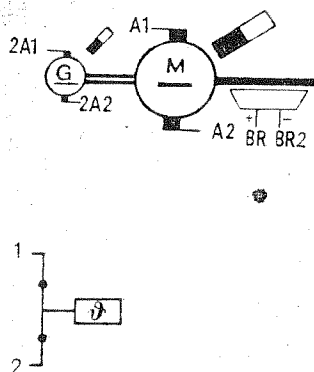

Fig. 1
Anschließen (s. Fig. 1)
Connection (see Fig. 1)
Die Dauermagnet-Haltebremse arbeitet nach dem Ruhestromprinzip. Sie öffnet bei Anlegen einer Gleichspannung von $24\text{ V} \pm 10\%$. Die Spannung muß innerhalb des angegebenen Toleranzbereichs liegen, da sonst die Betriebssicherheit gefährdet ist. Bei eingeschaltetem Motor muß die Bremse immer erregt, d. h. geöffnet sein. Beim Ausschalten der Bremse (entregten) oder bei Stromausfall wird die Ankerscheibe (2.20) vom Dauermagneten angezogen und dadurch die Motorwelle festgehalten. Bremsenanschluß siehe Fig. 1.
- Bremsenzuleitung durch die Bohrung „N“ stecken und im Klemmenkasten an die Klemmen (BR, BR2) anschließen (s. Fig. 1). BS-Lagerschild an das Gehäuse heranschieben. Bremse unter Spannung setzen. Darauf achten, daß die Nordpolbohrung (N) im Gehäuse frei von Vergußmasse ist und oben liegt. Eventuell Vergußmasse mit einem Schraubenzieher durchstoßen.
The permanent magnet holding brake operates on the closed-circuit principle. It opens when a d.c. voltage of $24\text{ V} \pm 10\%$ is applied. These voltage limits must be adhered to, otherwise the degree of operational safety is reduced. When the motor is switched on, the brake must always be energized, i.e. open. When the brake is de-energized or, if the power fails, the armature disk (2.20) is attracted by the permanent magnet and arrests the motor shaft. For brake connection see Fig. 1.
- Bring out the brake lead through bore „N“ and connect to terminals BR, BR2 in the terminal block (see Fig. 1). Push the end shield – non-drive end – into contact with the stator housing. Energize the brake release coil. Ensure that the north pole bore (N) in the stator housing is free from casting compound and lies at the top. Any casting compound fouling the hole should be pushed out with a screwdriver.